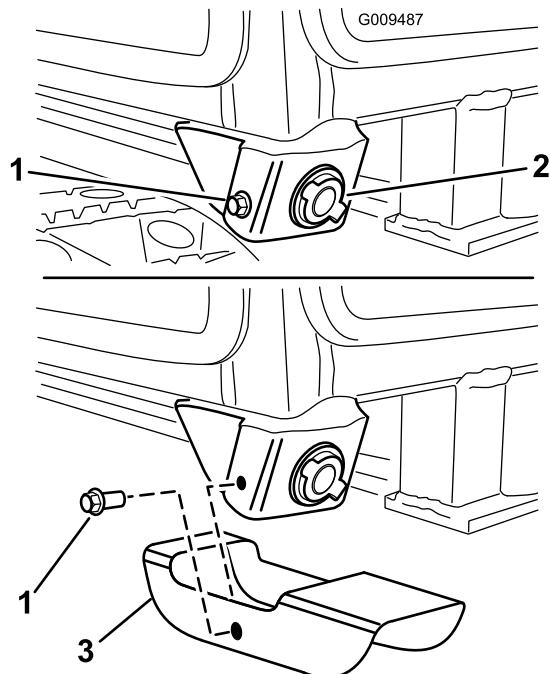

Figura 66
- Retire el perno que sujetá el conjunto de enchufe eléctrico a la esquina delantera derecha del bastidor de la cabina (Figura 66).
- Deslice el protector hacia arriba sobre el enchufe, alineando el taladro del protector con el taladro de la placa de montaje del enchufe eléctrico (Figura 66). El extremo más largo del protector debe estar orientado hacia adelante para proteger el enchufe eléctrico.